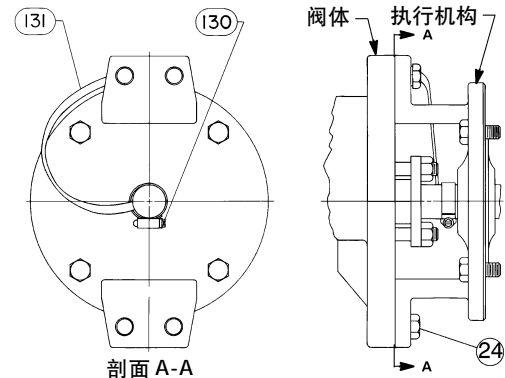

图 3. 可任选的驱动轴与阀体之间的连接电缆带组件
3. 如果需要的话，用导线夹（件号 130，图 3）把连接电缆带（件号 131）固定在驱动轴（件号 8）上，并把连接电缆带的另一头通过执行机构安装螺钉连接到阀体上。